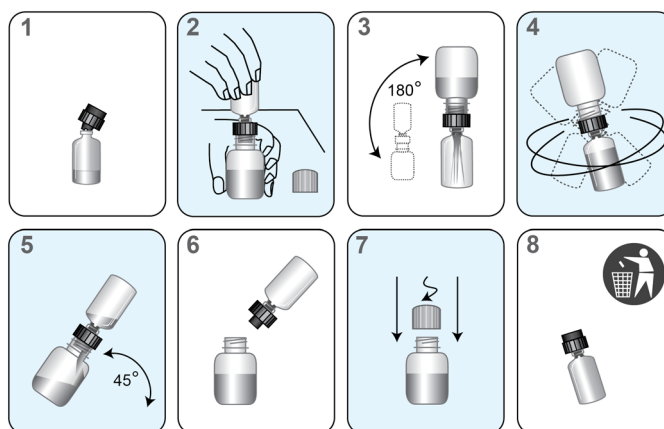

Figure 2. Processus de reconstitution
- b. Ouvrez le flacon de réactif déshydraté et insérez fermement l'extrémité portant une encoche du collet de reconstitution dans l'ouverture du flacon (Figure 2, étape 1).
- c. Ouvrez la solution de reconstitution correspondante et posez le bouchon sur une surface de travail propre et couverte. Tout en tenant le flacon de solution sur la paille, insérez fermement l'autre extrémité du collet de reconstitution dans l'ouverture du flacon (Figure 2, étape 2).
- d. Retournez délicatement l'assemblage de flacons. Laissez la solution s'écouler depuis le flacon dans le flacon en verre (Figure 2, étape 3). Attendez que le réactif lyophilisé se mêle à la solution, puis faites tourner délicatement la solution dans le flacon en verre en lui imprimant un mouvement circulaire pour la mélanger. Évitez de faire de la mousse lorsque vous tournez le flacon (Figure 2, étape 4).
- e. Inversez l'assemblage puis inclinez-le à un angle de 45° pour minimiser la formation de mousse (Figure 2, étape 5). Laissez la totalité du liquide retourner dans le flacon en plastique.
- f. Retirez le collet de reconstitution et le flacon en verre (Figure 2, étape 6).
- g. Rebouchez le flacon en plastique (Figure 2, étape 7). Indiquez les initiales de l'opérateur et la date de reconstitution sur tous les flacons de réactif reconstitué. N'oubliez pas d'indiquer l'analyte (PCA3 ou PSA) sur les flacons de réactif de sonde.
- h. Jetez le collet de reconstitution et le flacon en verre (Figure 2, étape 8).